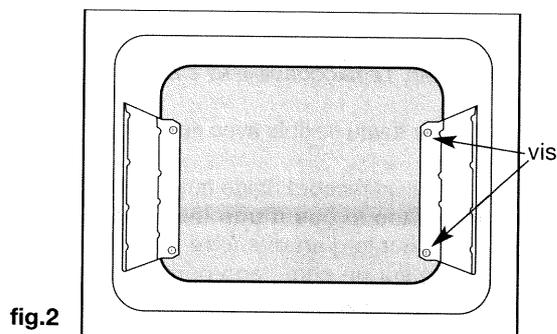
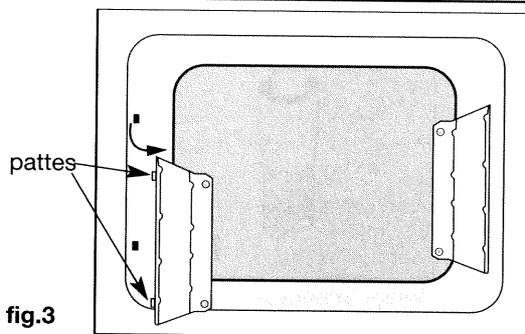

fig.2
fig.3
2. Dévissez les 2 vis maintenant chacune des parois latérales (**fig.2**). Retirez les parois en les faisant pivoter autour des pattes de maintien situées à l'avant de la cavité (**fig.3**).
⇨ Tracez une ligne sur la plaque d'âtre à l'aide d'un crayon de papier à l'endroit indiqué **fig.3**.